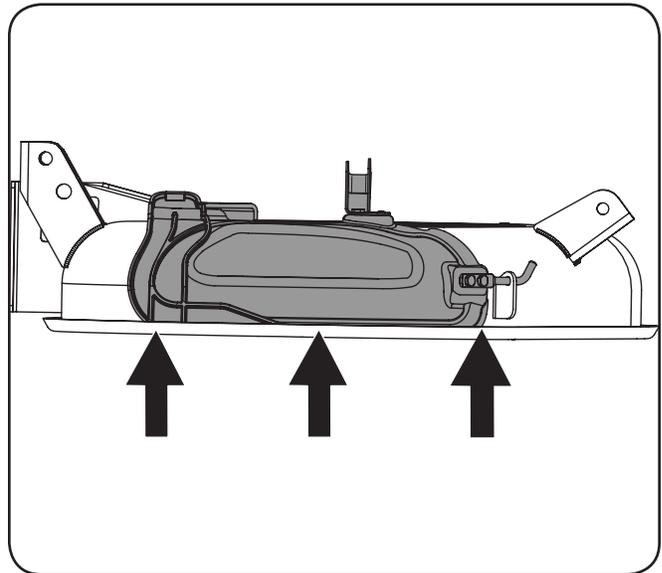

Figura 1-5
**IMPORTANTE:** Asegúrese de que la parte inferior del tapón para abono esté instalado abajo, en el interior del borde de la abertura de la plataforma, como se muestra en la Figura 1-5.